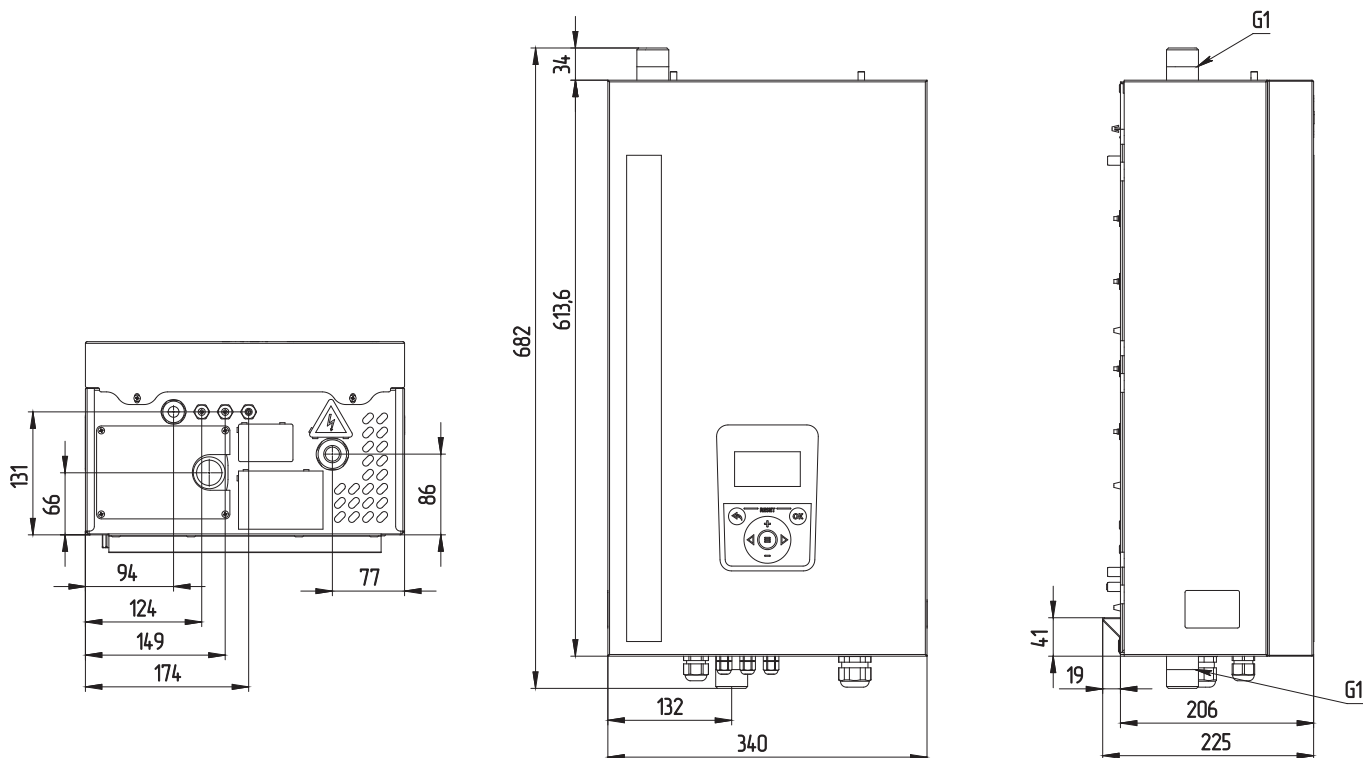

Рис.4 Габаритные размеры VDL Prime 9,5-14 кВт
- подсоединить котел к системе отопления. Габаритные и присоединительные размеры котлов указаны на **Рис.4**;